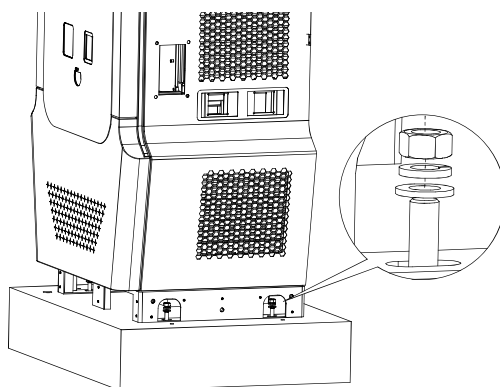

Figura 15. Fissaggio dell'EVSE
3) Fissare 4 rondelle e 4 dadi (2 ciascuno) alle 4 aste filettate M12. Vedere la figura 15.